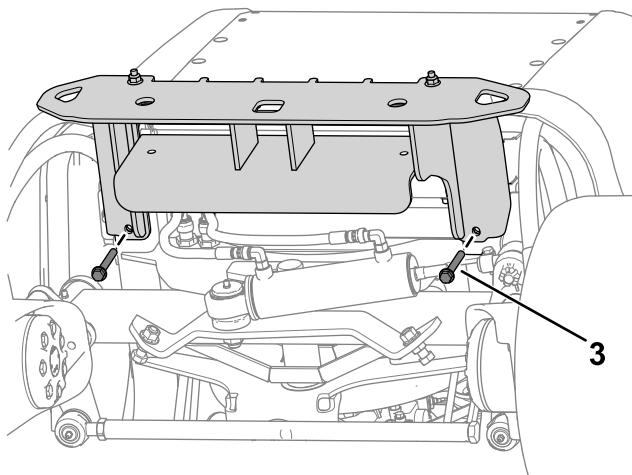

Bild 15
2. Befestigen Sie den oberen Bereich des Stoßfängers mit vier Schrauben (3/8" x 3 1/4") und 4 Muttern (3/8") lose am Maschinenrahmen, wie in Bild 15 dargestellt.
3. Befestigen Sie den Stoßfänger mit zwei Schrauben ($\frac{3}{8}$ " x 3") und zwei Muttern ($\frac{3}{8}$ ") lose unter dem Maschinenrahmen, wie in Bild 15 dargestellt.